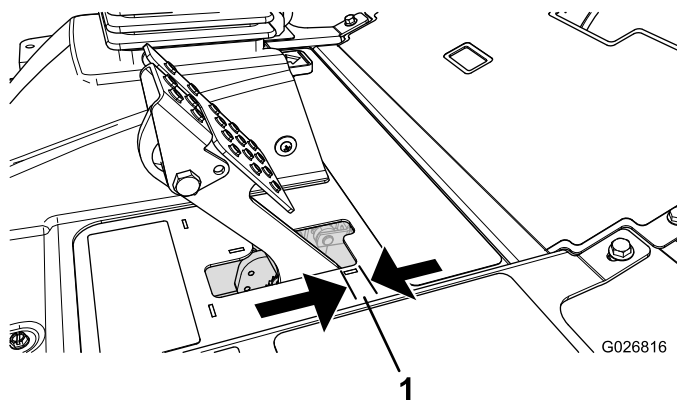

Figura 64
Regolate i freni se il pedale ha un “gioco” superiore a 2,5 cm (Figura 64), o quando è necessaria maggiore forza di tenuta. Per gioco s'intende la distanza che il pedale percorre prima che si avverta la resistenza della frenata.
2. Serrate il dado posteriore per spostare indietro il cavo, finché i pedali del freno non hanno un gioco compreso tra 6 e 13 mm (Figura 64), prima che la ruota si blocchi.